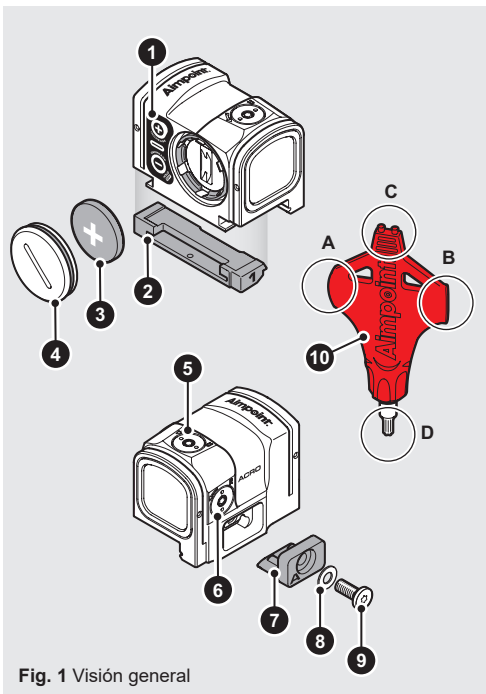

Fig. 1 Visión general
Consulte la Fig. 1.
- c Inserte la batería (3) con el polo positivo (+) en dirección a la tapa de la batería (4) como se observa en la Fig. 1.